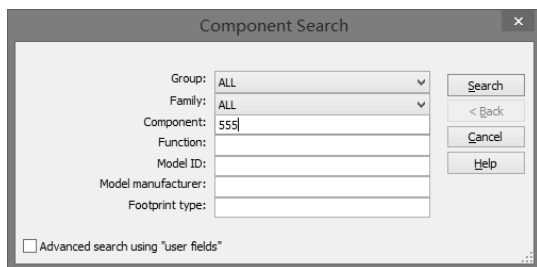
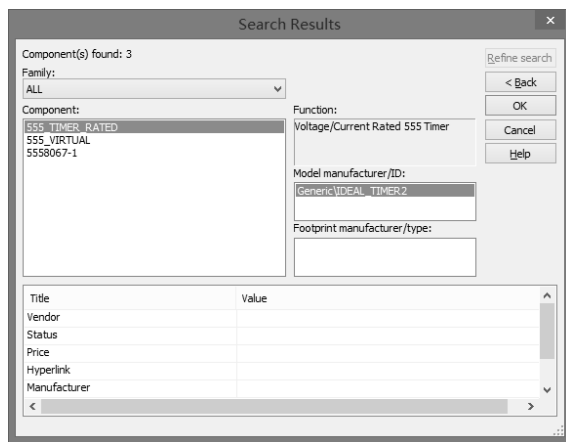

图 4.1.41 “Component Search” 对话框
图 4.1.42 “Search Results” 对话框
(1) 选择 “Place (放置)” → “Component (元器件)” 命令，打开元器件浏览窗口。
(2) 单击右上角的 “Search (搜索)” 按钮，弹出如图 4.1.41 所示的对话框。
(3) 在 “Component” 后的文本框中输入需要查找的器件名称或关键词，如 “555”，单击 “Search” 按钮。输入的关键词可以是数字和字母，字母不分大小写。
(4) 系统开始查找，并把符合条件的元器件显示在图 4.1.42 左边窗格中。